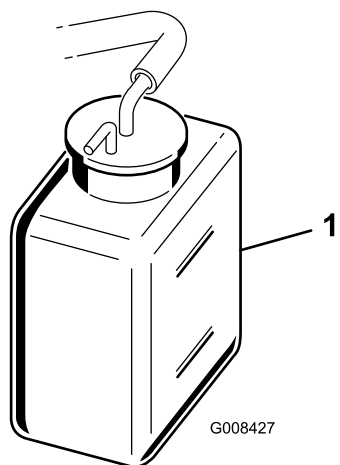

Figure 30
2. Vérifiez le niveau du liquide de refroidissement (Figure 30). Il doit se situer entre les deux traits du vase d'expansion quand le moteur est froid.